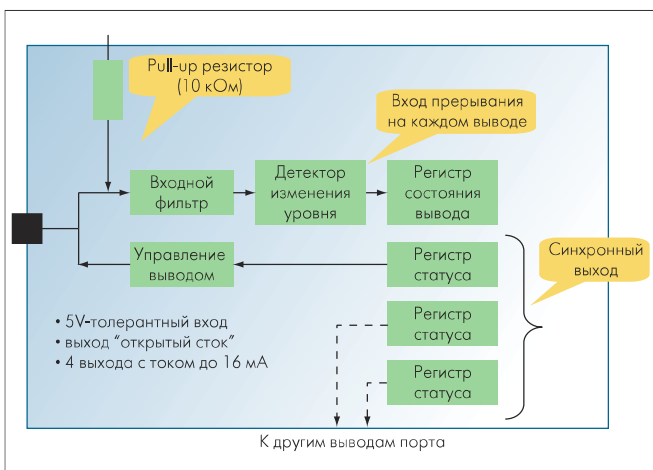

Рис.1. Структура линии порта ввода-вывода
- Основные параметры контроллеров приведены в таблице. Микросхемы имеют гибкую конфигурацию портов ввода-вывода. Каждая линия порта может быть входом, входом с подтягивающим резистором, входом с аппаратной фильтрацией ложных узких импульсов ("иголок"), обычным выходом, выходом с тристабильным состоянием, выходом с открытым стоком. Кроме этого, каждая линия портов ввода-вывода может являться входом прерывания. Управление состоянием каждой линии осуществляется через соответствующий бит регистра контроллера параллельного ввода-вывода (PIO Parallel Input/Output Controller). Таким образом, возможна как независимая манипуляция каждым битом, так и модификация состояния группы выводов за одну операцию записи. Структура порта ввода-вывода представлена на рис.1.